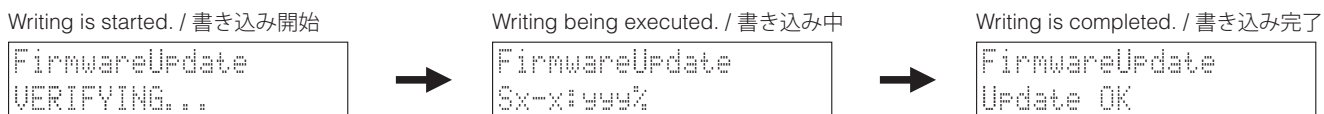

Fig. 2
5. Connect the power cable to the AC outlet while pressing the "INFO" key of this unit. Writing of the firmware is started. (Fig. 2)
5. 本機の"INFO"キーを押しながら、電源コードをACコンセントに接続します。ファームウェアの書き込みが開始されます。(Fig. 2)